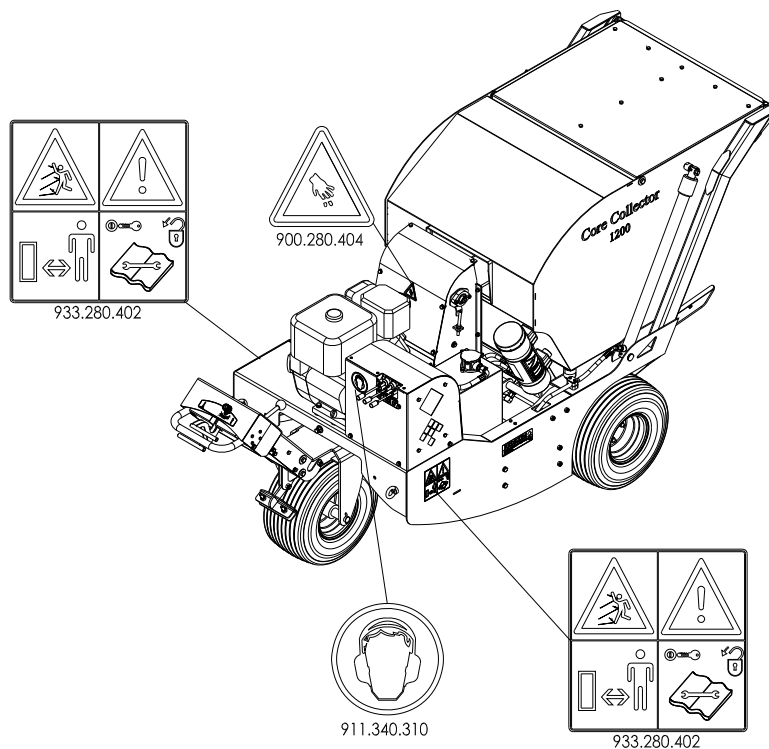

Abb. 7
(7) Position der Sicherheitsaufkleber. (Abb. 7)